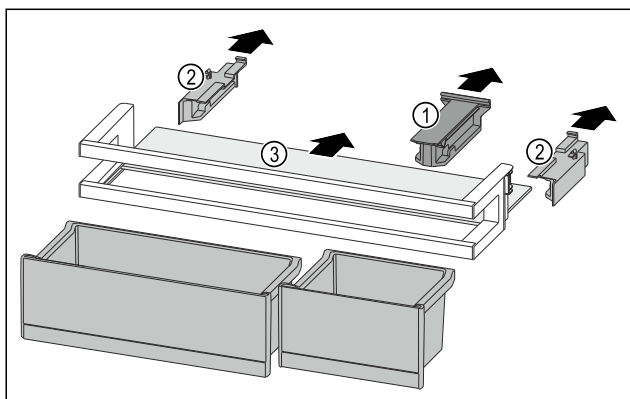

Fig. 97
- ▶ Træk holdesektionen Fig. 97 (1) af.
- ▶ Træk sidesektionerne Fig. 97 (2) af.
- ▶ Tag hylden Fig. 97 (3) ud.